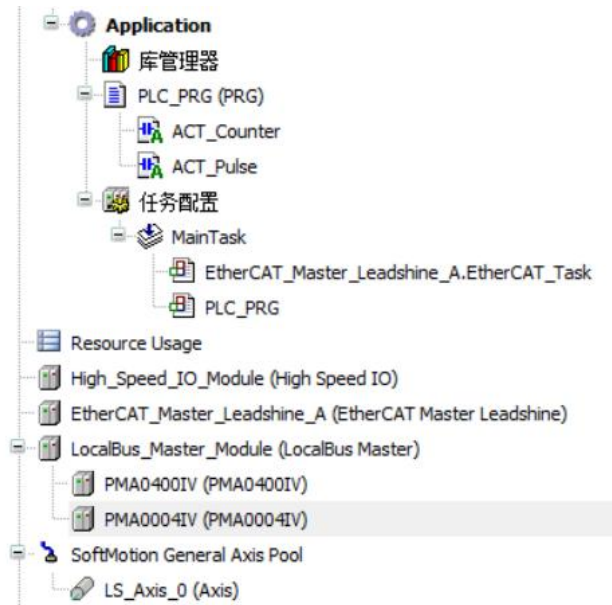
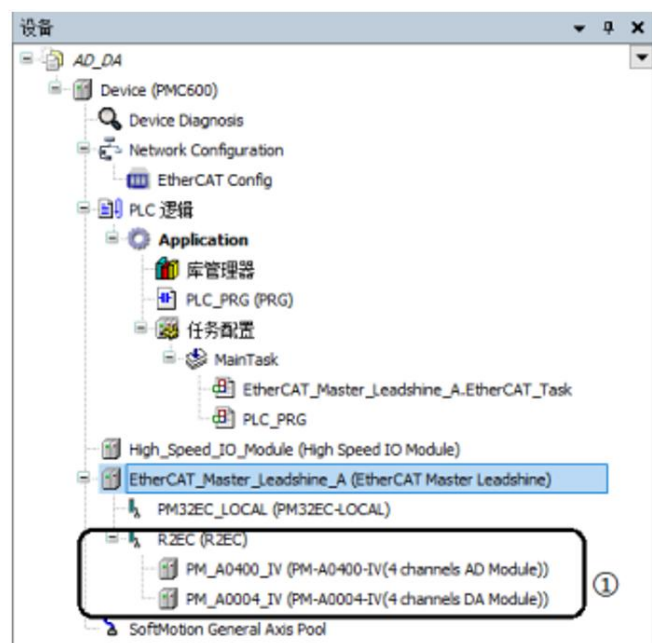

图 11.15 PLC 本体添加的 AD 和 DA 模块
图 11.16 添加的 AD 和 DA 模块
- 1) 添加所需要的模块，PLC 本体添加或通过 R2EC 耦合器添加模块均可，可参考 11.2 节，添加完成后如图 11.15 或图 11.16 所示；